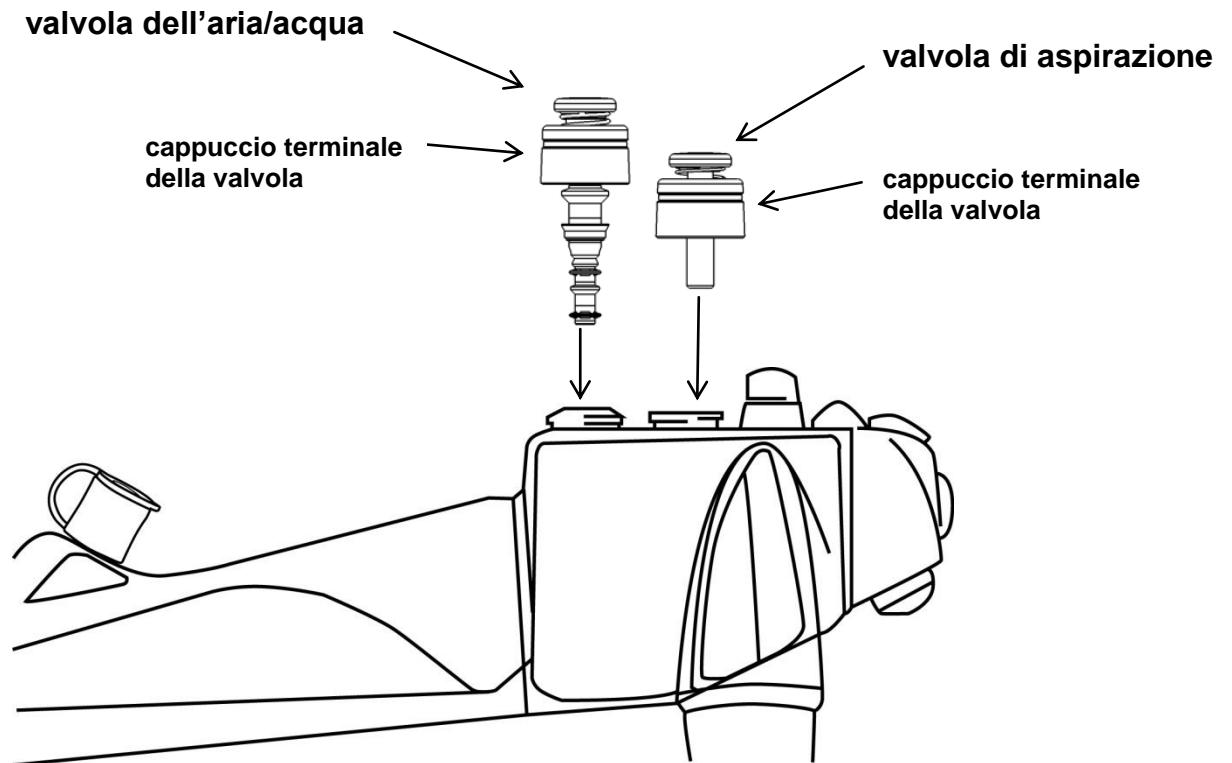

Figura 1
4. Inserire la valvola di aspirazione nel cilindro di aspirazione di un endoscopio Olympus (vedere la figura 1 riportata sotto).
9. Inserire la valvola dell'aria/acqua nel cilindro dell'aria/acqua di un endoscopio Olympus (vedere la figura 1 riportata sotto).